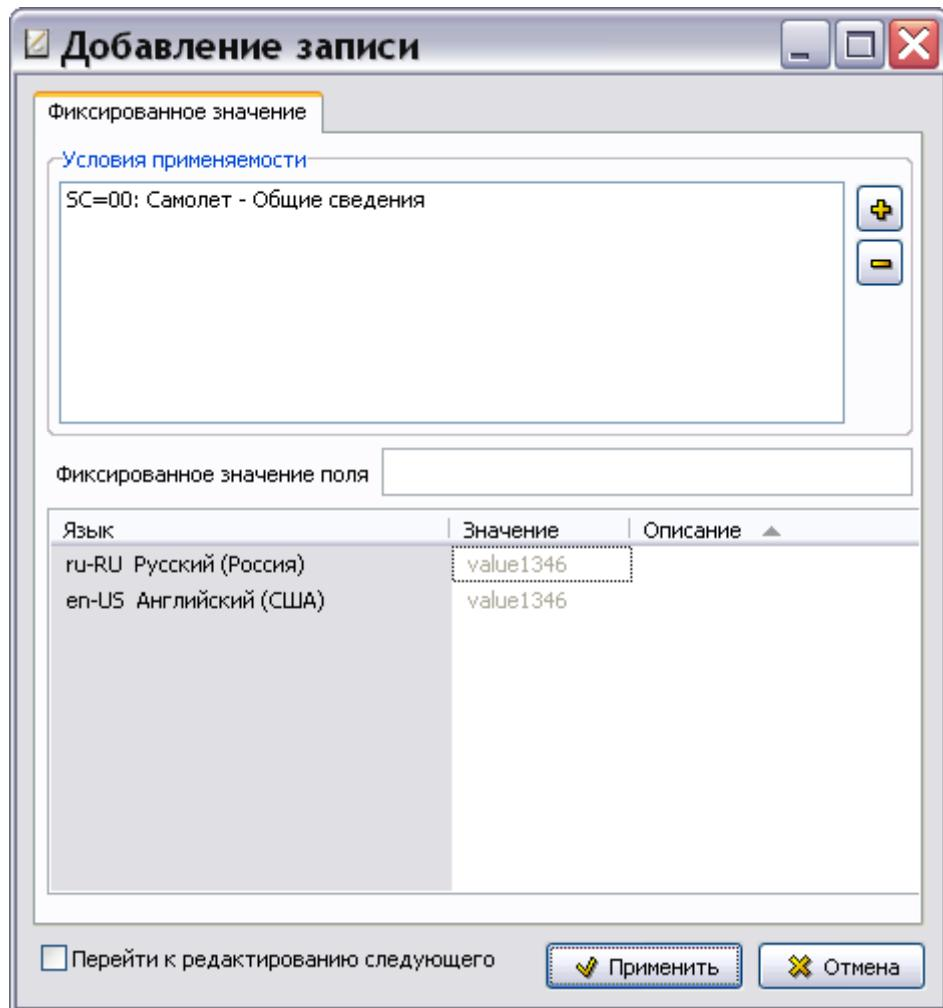

Рис. 2.29
6. Нажмите на кнопку . После этого произойдет возврат в окно **Добавление записи** для фиксированного значения, и в окошке раздела **Условия применяемости** появится назначенное нами условие (Рис. 2.29) .